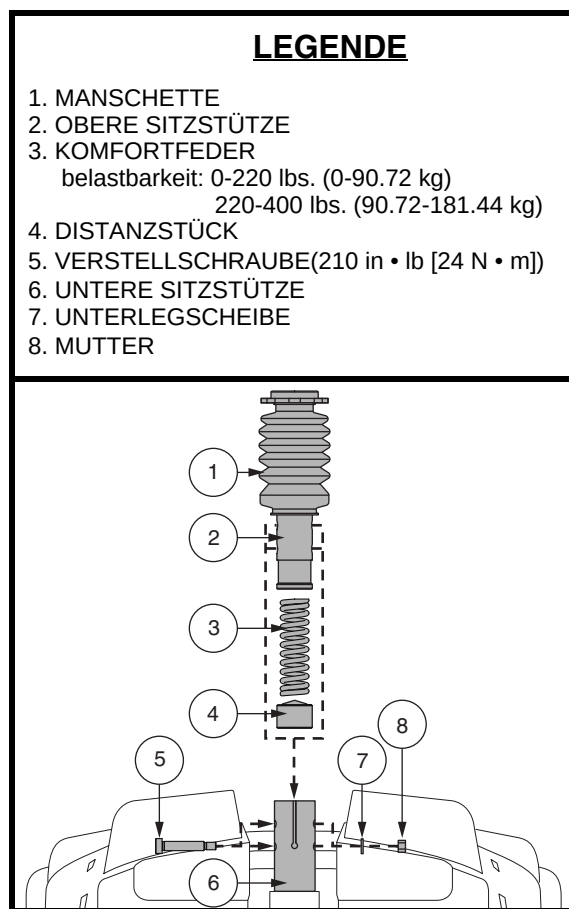

Abb. 18. Einstellung der Sitzhöhe - Komfort-Sitzstütze
4. Drücken Sie die Sitzstütze nach unten, während Sie die Verstellschraube, Unterlegscheibe und Mutter lösen und entfernen. **Siehe Abb. 18.**
6. Bringen Sie die gewünschte Komfortfeder an. **Siehe Abb. 18.**